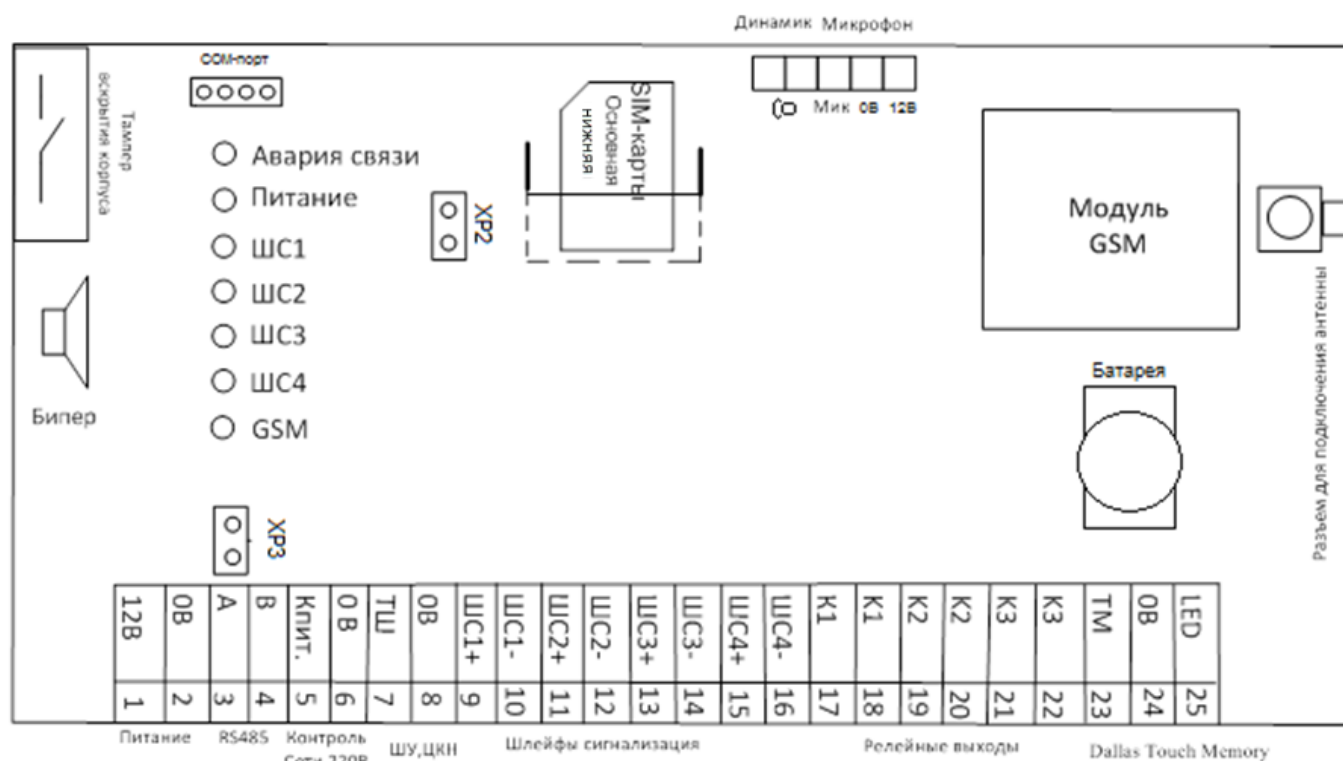

Рисунок 1. Блок-схема «УО-4С»
- для использования устройства в режиме «Мастер», после программирования прибора, следует снять перемычку ХР2 (см. рисунок 1). В остальных случаях должна быть установлена;